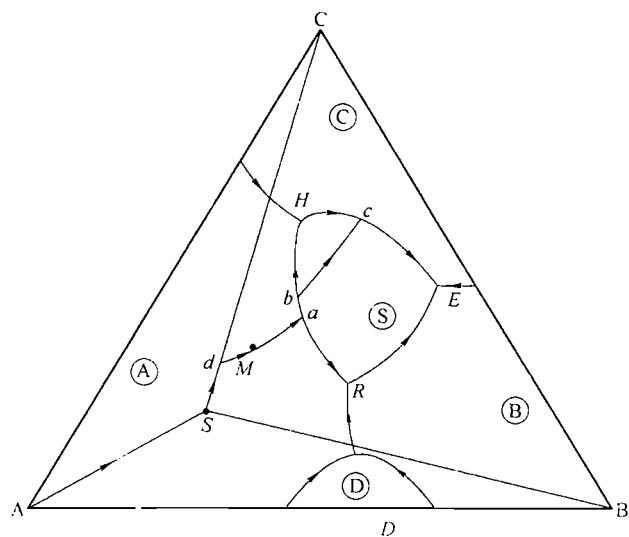

图 15-2 第七题解答图
1. 划分成 3 个分三角形, 如图 15-2 所示。
2. 如图 15-2 所示。